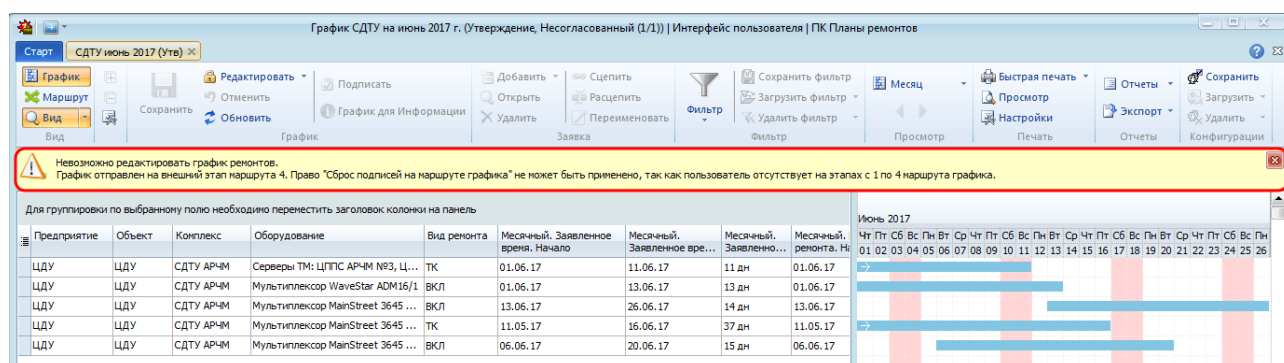

Рисунок 10.68 – Отображение информации о том, что сброс подписей не возможен
- если пользователь наделен правом «Сброс подписей на маршруте графика» и не находится на маршруте графика с этапа N по этап K, то при нажатии на кнопку « Редактировать» выводится предупреждающее сообщение (Рисунок 10.68).